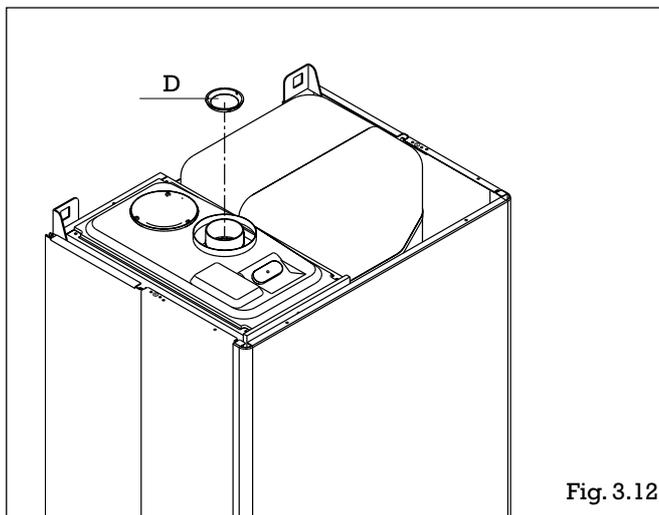

Fig. 3.12
- de retirer la bride d'air (D, fig. 3.12) pour toute longueur de conduits supérieure à 1 m pour les ventouses en Ø 60-100, 4,45 m pour les ventouses horizontales en Ø 80-125 et 6,20 m (3224 BV) - 4,80 m (3228 BV) pour les ventouses verticales en Ø 80-125. La retirer à l'aide d'un tournevis utilisé en tant que levier;